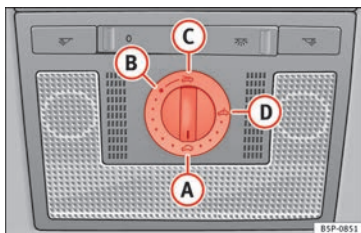

Fig. 56 Detalle del revestimiento interior del techo: mando giratorio del techo corredizo/deflector.
- Gire el mando a la posición **(A)** » **fig. 56** » **▲**.